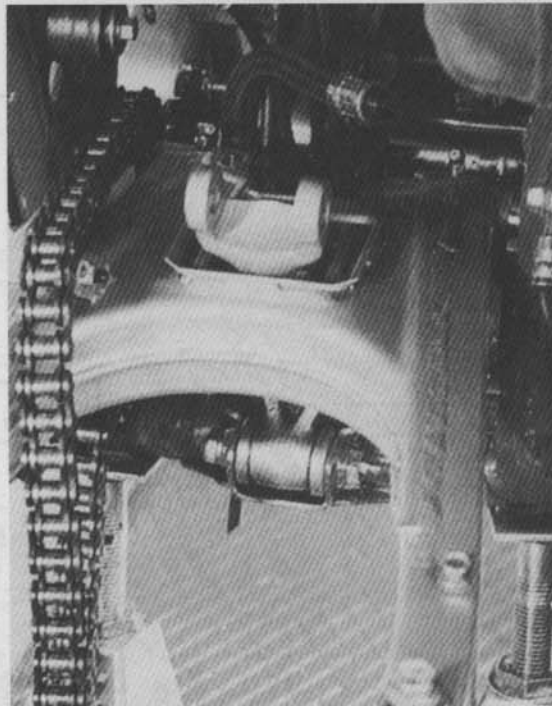

Bild 204
- Pleuelstange vom Rahmen lösen (Bild 204).
- 📏 Schwinge auf Verzug oder Risse prüfen. Schwinge muss sich bei demontiertem Hinterrad und Stossdämpfer ohne Unregelmässigkeiten auf- und abbewegen lassen. Montagezustand siehe Bild 204.